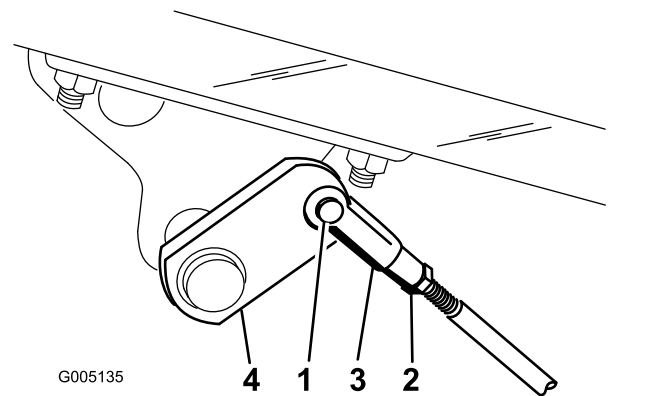

Figura 49
- A. Desconecte las varillas de los frenos retirando el pasador y la chaveta (Figura 49).
- B. Afloje la contratuerca y ajuste la horquilla (Figura 49).
- C. Monte la horquilla en el eje del freno (Figura 49).